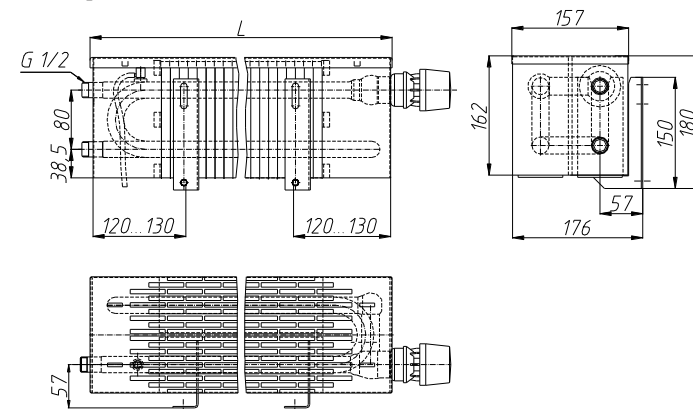

Рис.1 Конвектор «Новотерм» СКНД 204...225-Пр2-Т1-П
- 4.6. Размеры изделий представлены на Рис.1, 2, 3, 4, 5, 6 и таблице 1, 2